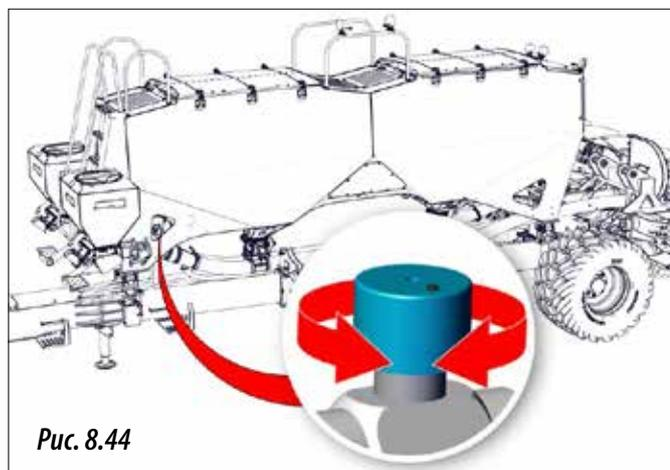

Рис. 8.44
- 1- Полностью откройте регулятор скорости потока воздуха, расположенный на турбине (рис. 8.44).
ЕСЛИ НЕЛЬЗЯ ОТРЕГУЛИРОВАТЬ ЧИСЛО ОБОРОТОВ НА ТРАКТОРЕ, ОТРЕГУЛИРУЙТЕ ЧИСЛО ОБОРОТОВ ТУРБИНЫ С ПОМОЩЬЮ РЕГУЛЯТОРА СКОРОСТИ ПОТОКА (РИС. 8.44).